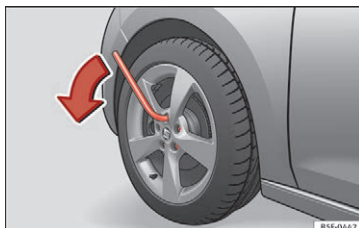

Fig. 72 Hjul: løsning af hjulbolte
- Skru hjulbolten ca. en omdrejning mod venstre » Fig. 72 (pil). Tag fat i enden af hjulnøglen for at opnå den nødvendige kraft. Hvis du ikke kan løsne hjulbolten, kan du forsigtigt træde med foden på hjulnøglen. Hold i den forbindelse fast i bilen, og sørg for, at du står sikkert.